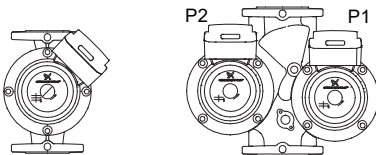

Abb. 3 Standard-Stellung
- Abbildung 3: Wechselbetrieb.